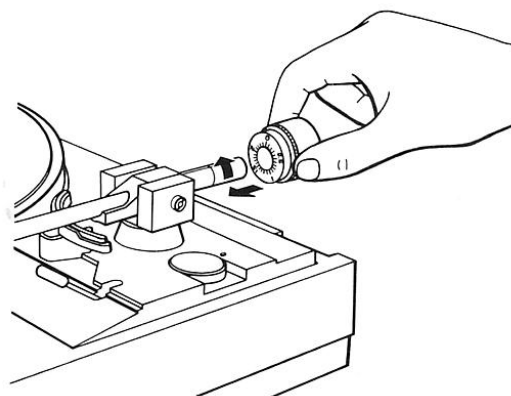

Abb. 3 / Fig. 3
4. Das Gegengewicht auf das Tonarmende schrauben (Abb. 3).